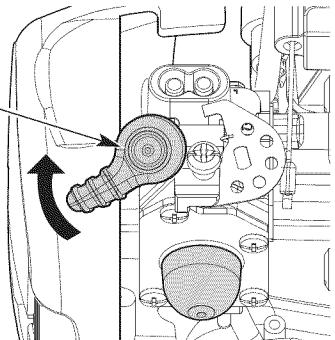

Fig. 6
4. Dé vuelta a la palanca del obturador en sentido de las agujas del reloj hasta que encaje en su lugar (Fig. 6).
NOTA: Tenga siempre la unidad ligeramente inclinada para que los dientes estén separados del suelo al arrancarla (Fig. 6).